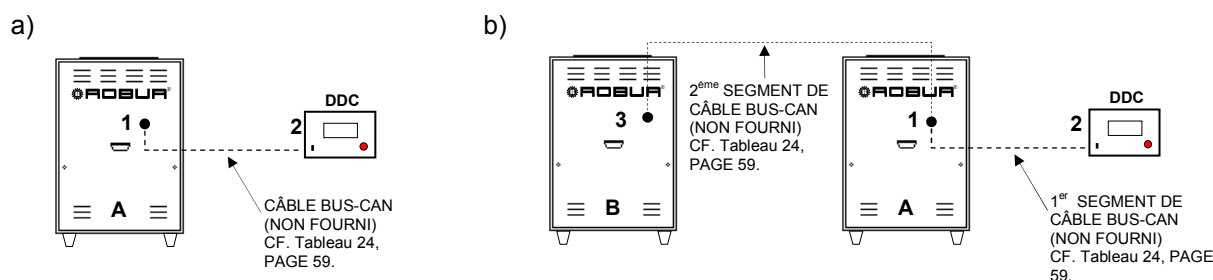

Figure 22 – Exemples de réseau BUS CAN avec : a) 2 nœuds = 1 ACF + 1 DDC b) 3 nœuds = 2 ACF + 1 DDC
- Si le DDC est un **nœud intermédiaire** du réseau (Cf. Figure 22, page 58) effectuer les opérations du point 7 ;